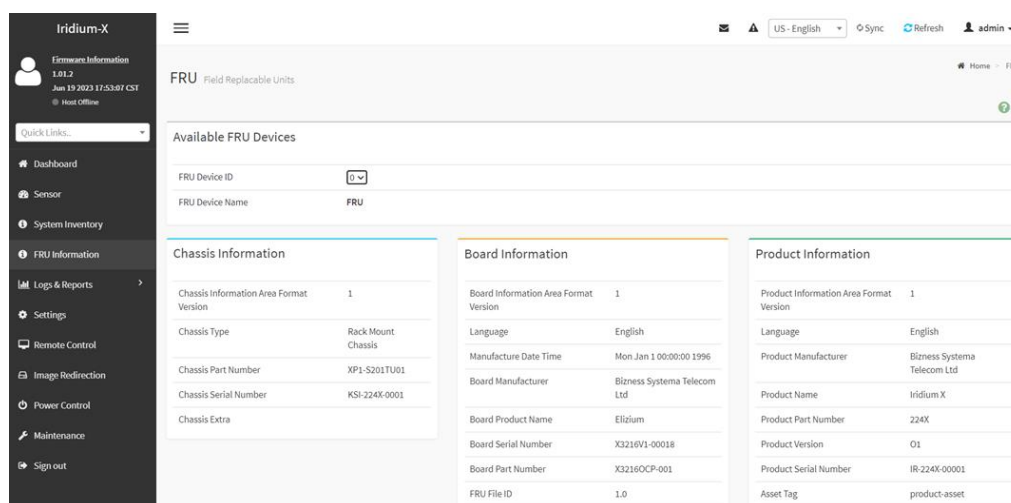

Рисунок 37 - Раздел «*FRU Information*»
3) Раздел «*FRU Information*» содержит информацию о платформе, плате, серийные номера (см. Рисунок 37).